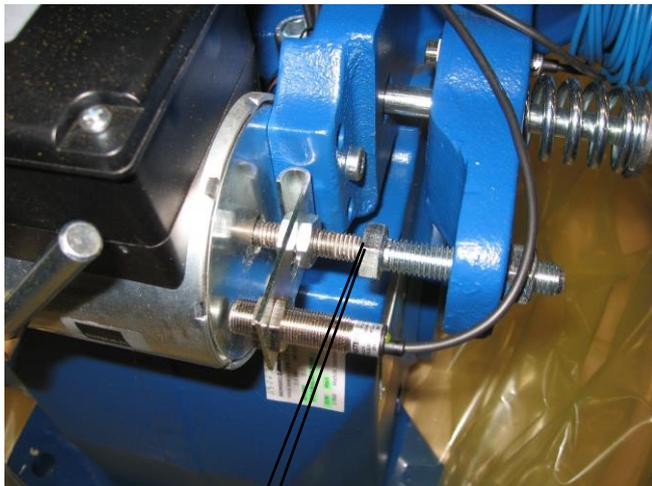

Abb. 9
(siehe unter 6.4.6 und Abb.9).
1. Magnetstößel zurückdrücken und Spiel zwischen Stößel und Druckschraube messen (Abb. 9).